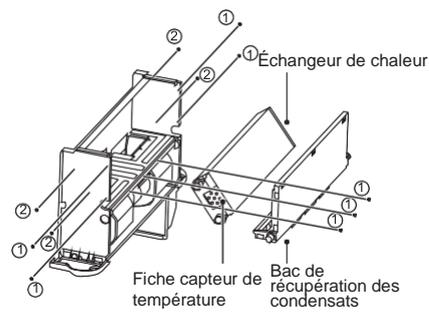

Fig 4-8 Enlever le bac de récupération des condensats et l'échangeur de chaleur
- Comme indiqué sur la figure 4-8, enlevez les vis ① * 7 pour pouvoir retirer le bac de récupération des condensats. Ensuite, enlevez les vis ② * 4 pour sortir l'échangeur de chaleur.